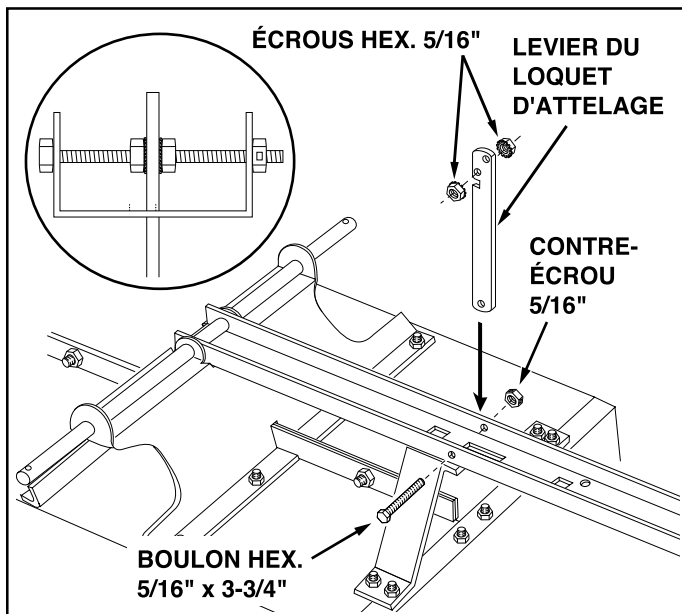

FIGURE 10
- Faites passer le loquet de verrouillage dans l'emplacement prévu dans la barre de traction d'attelage comme montré dans la figure 10. Assemblez le boulon hex. 5/16" x 3-3/4" au travers de la barre, le levier loquet et deux écrous hex. de 5/16" (un de chaque côté du levier). Montez le **contre-écrou** hex. de 5/16" sur l'extrémité du boulon et **serrez** de telle sorte que le boulon puisse encore pivoter librement. **Serrez** les deux écrous hex. de 5/16" contre les côtés du levier loquet de verrouillage de telle sorte que le levier soit centré dans l'emplacement. Voir figure 10.